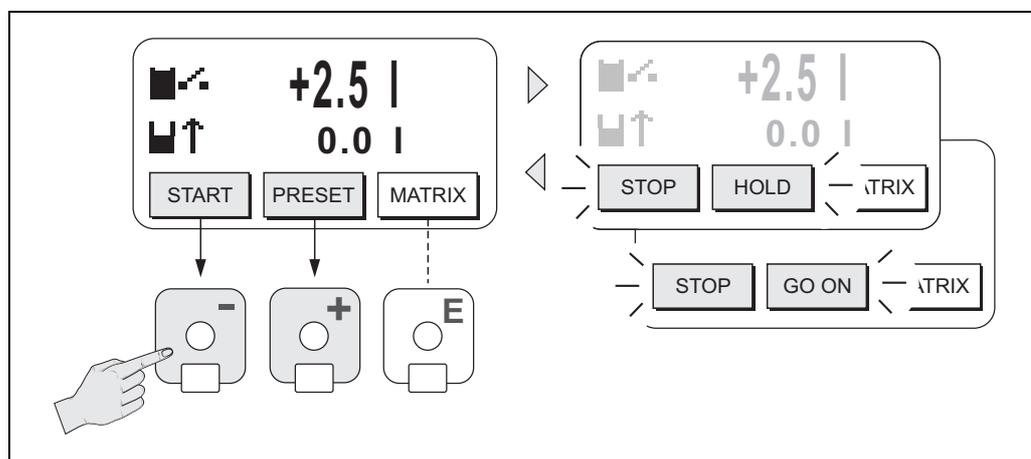

Fig. 26: Control de procesos de dosificación mediante el indicador local (teclas para configuración)
- Configure las funciones de dosificación requeridas y asigne la línea inferior del indicador a dosificación (= TECLAS DOSIFICACIÓN) mediante el menú de configuración rápida "DOSIFICACIÓN" → página 59) o la matriz de funciones (→ página 37). Aparecerán entonces las siguientes teclas de configuración rápida en la línea inferior del indicador local → Fig. 26:
- Después de salir del menú de preajuste (PRESET), puede iniciarse el proceso de dosificación pulsando la tecla INICIO (◻). Aparecen entonces nuevas teclas para configuración (PARO (STOP) / ESPERA (HOLD) y SEGUIR (GO ON)), con las que puede terminarse, detenerse o continuarse en cualquier momento el proceso de dosificación → Fig. 26